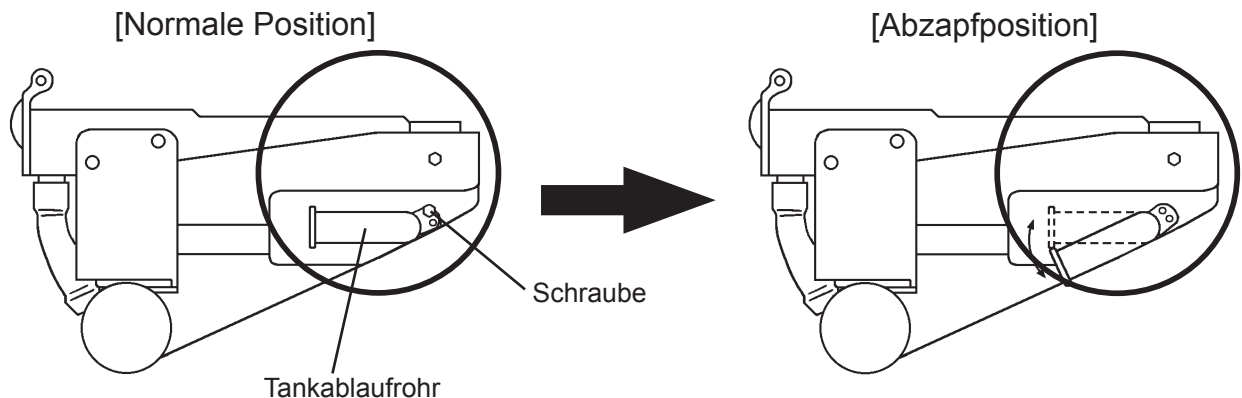

Abb. 11
- 1) Die Schraube an der Vorderseite des Wassertanks entfernen. Das Ablaufrohr des Wassertanks in die Ablaufposition bringen (siehe Abb. 11). Das Tankablaufrohr mit der Schraube sichern.